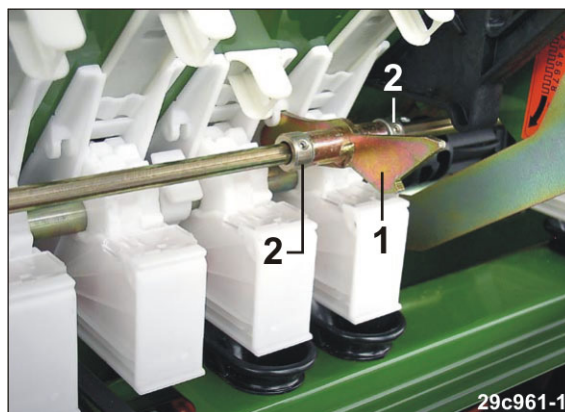

Fig. 243
- Sett samtidig holdeinnretningen (Fig. 243/1) som sikrer kraftoverføringsakselen aksialt, inn i åpningen på et såkabinett.
5. Sikre holdeinnretningen aksialt med to justeringsringer (Fig. 243/2).